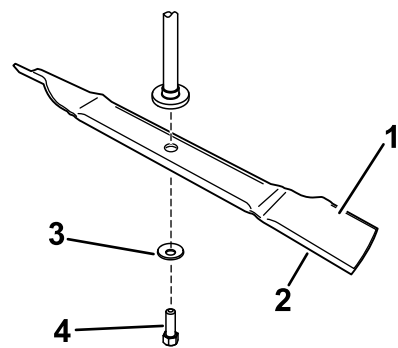

Bild 8
1. Setzen Sie das Messer auf die Spindelwelle (Bild 8).
2. Setzen Sie die Wellenscheibe (Kappenseite zum Messer) und die Messerschraube ein (Bild 8).
Diese Messer benötigen keine Messerverstärkungshalterung (Bild 8).